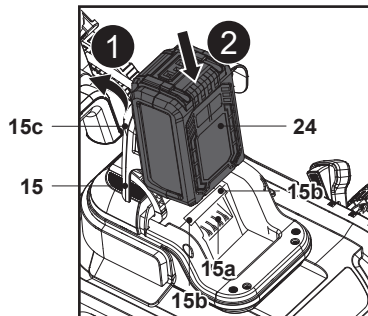

Fig. 8
1. Soulever le couvercle magnétique (15c) et ouvrir le couvercle du compartiment de la batterie (15) (Fig. 8, étape 1).
2. Aligner la batterie (24) sur les deux glissières (15b) et faire glisser la batterie (24) pour la fixer (Fig. 8, étape 2).
3. S'assurer que les contacts électriques (15a) sont complètement insérés dans la batterie (24) et qu'ils s'enclenchent.
4. La batterie (24) ne peut être installée que dans un seul sens.
5. Fermer le couvercle du compartiment de la batterie (15) avec précaution.